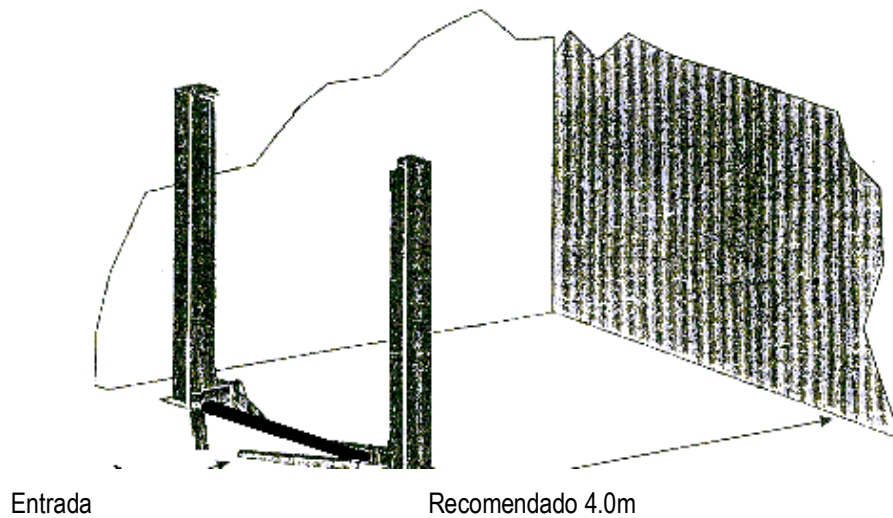

Fig. 3
- A parte traseira e frontal do elevador deve ter espaço suficiente para a passagem de todos os veículos (Fig. 3) (4M do centro até a parede). O espaço entre a base até o topo não deve ser inferior a 3,8 metros.